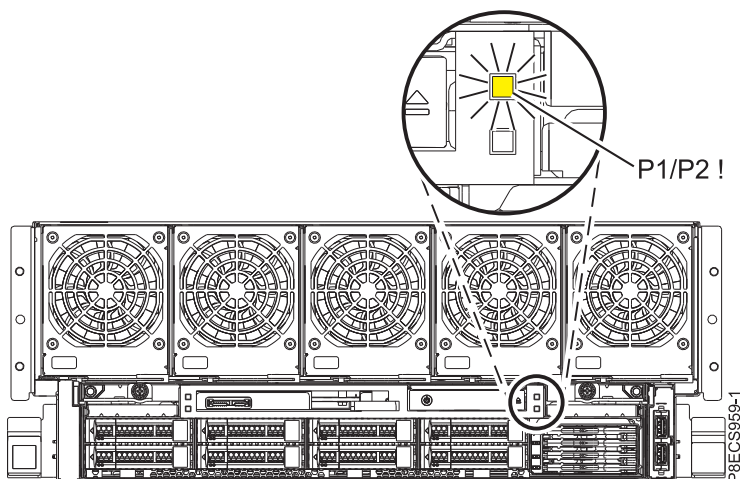

Figure 9. Voyant de panne **P1/P2 !** situé à l'avant du système 8408-E8E
6. Notez l'état du voyant de panne **P1/P2 !** situé à l'avant des systèmes 8408-E8E, comme illustré dans la figure 9.